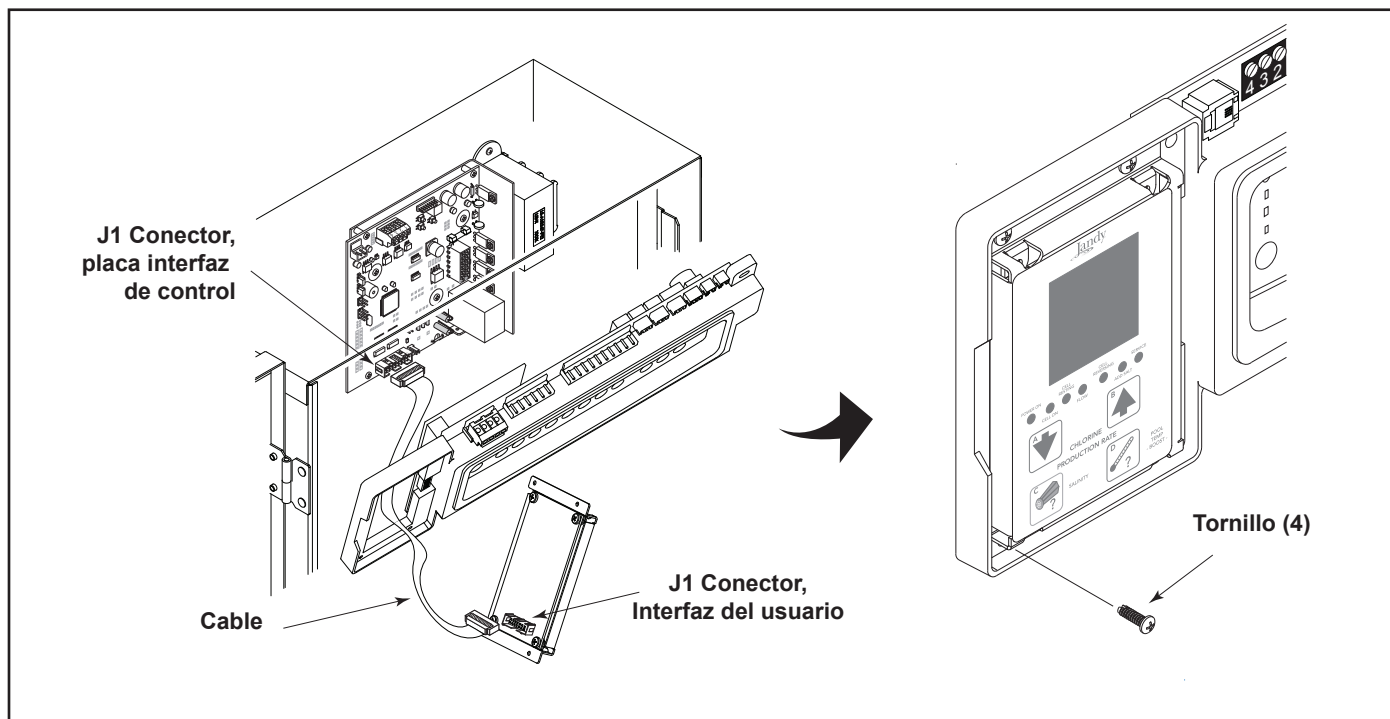

Figura 9. Instalación del interfaz del usuario
1. En la placa interfaz del usuario del generador de cloro, conecte un extremo del cable de cinta al conector J1 de 16 clavijas como se muestra en la Figura 9.
3. Conecte la placa interfaz del usuario del generador de cloro al bisel usando los cuatro (4) tornillos suministrados.